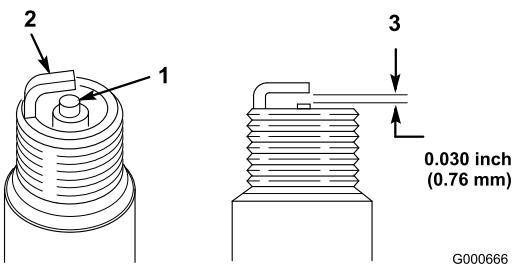

Bild 28
1. Sehen Sie sich die Mitte der Zündkerze an (Bild 28). Wenn der Kerzenstein hellbraun oder grau ist, ist der Motor richtig eingestellt. Eine schwarze Schicht
2. Prüfen Sie den Abstand zwischen der mittleren und der seitlichen Elektrode (Bild 28) und biegen Sie die seitliche Elektrode, wenn der Abstand falsch ist.